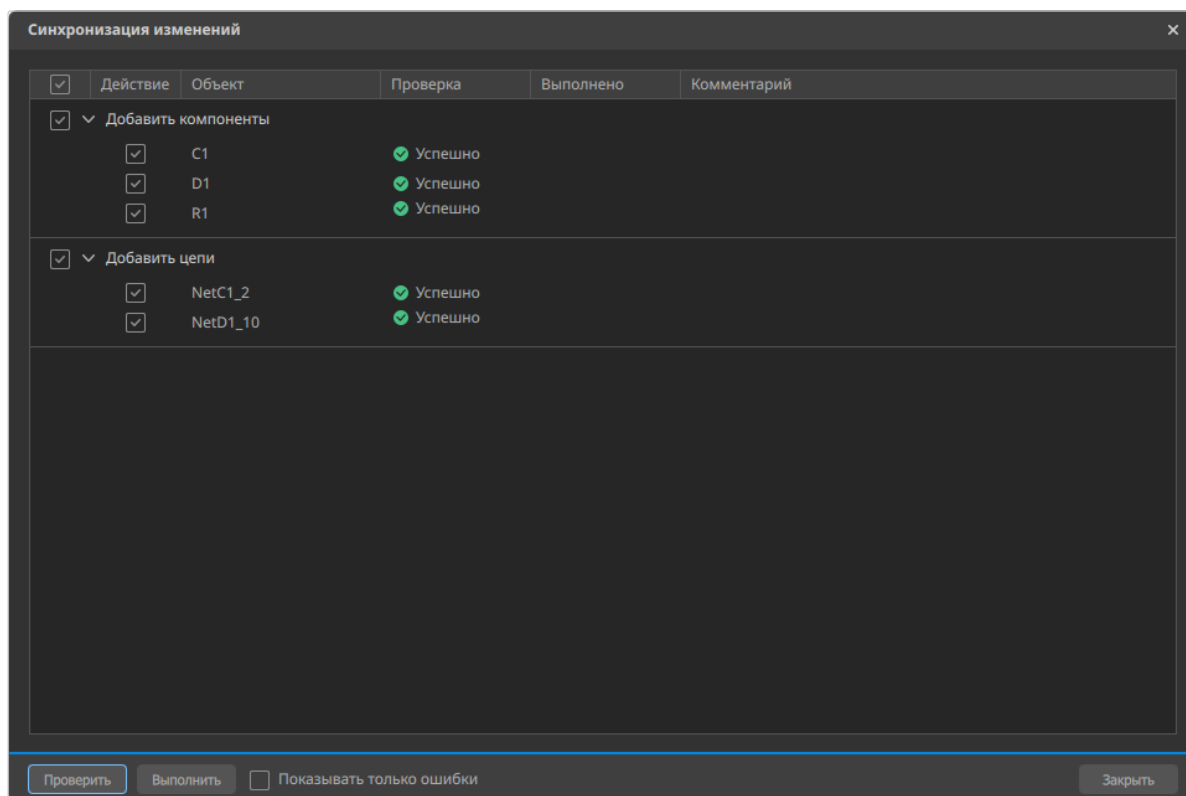

Рисунок 150. Статус проверки в окне «Синхронизация изменений»
- 4) В столбце «Проверка» отобразится возможность применения выбранных изменений (см. рисунок 150).